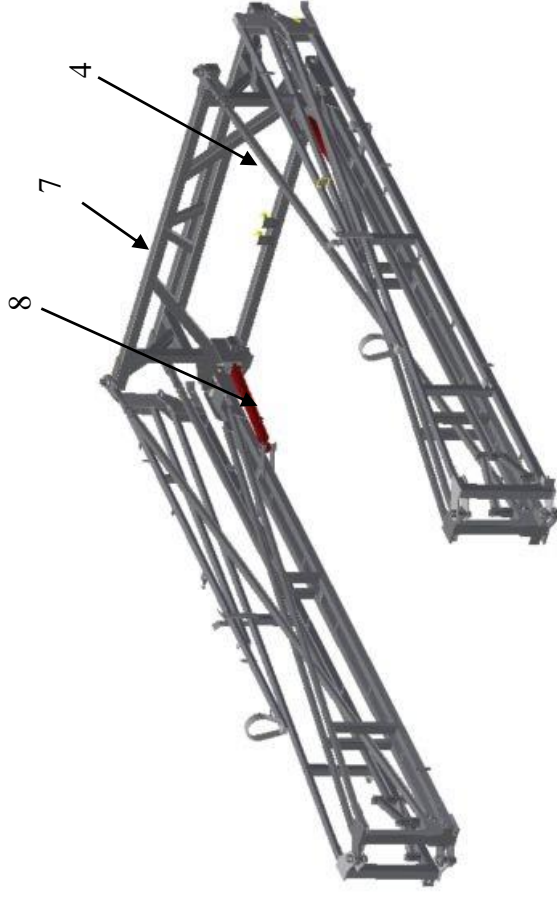

Рисунок 2. Штанга 21 м. Общий вид.
2.3. Штанга представляет собой конструкцию, выполненную из труб квадратного и круглого профиля. Штанга состоит из: центрального звена 7 (рис.2), первого звена 1, второго звена 2, третьего звена 3, опорного звена 4. Раскладывание-складывание штанги осуществляется гидроцилиндрами, которые снабжены дросселем для обеспечения плавности работы, при откручивании дросселя, увеличивается скорость раскладывания, при закручивании - уменьшается.